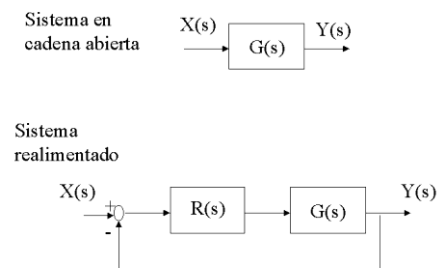

Figura 1 Sistemas en cadena abierta y realimentado
El objetivo fundamental de un regulador de control es mejorar el comportamiento dinámico de un sistema físico, de forma que se adecue a las especificaciones deseadas para su funcionamiento. En la figura 1 se observa cuál es la posición específica de un regulador clásico posicionado en cascada. Este elemento tiene por objeto actuar sobre la planta en función de la diferencia entre la consigna de entrada, $X(s)$, y la señal de salida del sistema, $Y(s)$.
- 1) Obtener la ganancia de tensión del circuito electrónico de tercer orden (figura 1) considerando los siguientes valores: $C_1 = 2.2 \mu\text{F}$, $C_2 = 180 \text{ nF}$ y $R_1 = R_2 = 150 \text{ k}\Omega$ para el filtro de Sallen-Key y en cuádrupolo RC $C = 1 \mu\text{F}$ y $R = 1 \text{ M}\Omega$